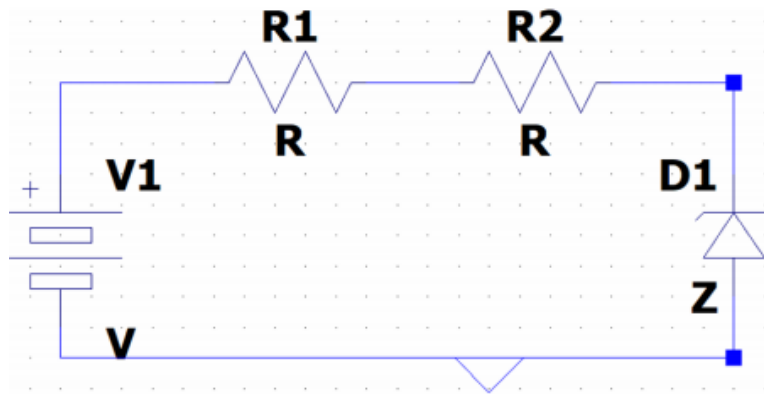

Figura 1: Circuito de caracterización de un diodo Zener
Consulte el modelo SPICE del diodo Zener 1N4738 y úselo dentro del circuito de la Figura 1. Asumiendo que $V_1 = V_Z + 10V$, calcule el valor de R_2 tal que cuando $R_1 = 0\Omega$ se cumpla $I_Z < I_{Zmax}$, y el valor de R_1 tal que cuando $R_1 = R_{1max}$ se cumpla $I_Z \approx I_{Zmin}$. Es importante que además de ejecutar el cálculo solicitado, estime los cambios debidos al ajustar los valores de las resistencias a valores comerciales (especifique también los valores de potencia que se deben manejar).
- Simule el circuito mostrados en la Figura 1 y compruebe los cálculos realizados previamente, centrándose en la verificación del cumplimiento de los valores extremos para la corriente a través del diodo Zener I_z . ¿Estos valores se vieron afectados por la selección de valores comerciales?. Discuta lo encontrado.
- A partir del mismo circuito de la Figura 1, obtenga en el simulador una curva que muestre la dependencia del valor de la corriente en el diodo (I_z) con respecto a las variaciones de la resistencia R_1 (debe evidenciar la respuesta al variar R_1 desde 0Ω hasta un valor máximo establecido por usted). ¿Qué puede inferir a través de esta gráfica?, ¿Qué otras variables se pueden relacionar con esta curva?.